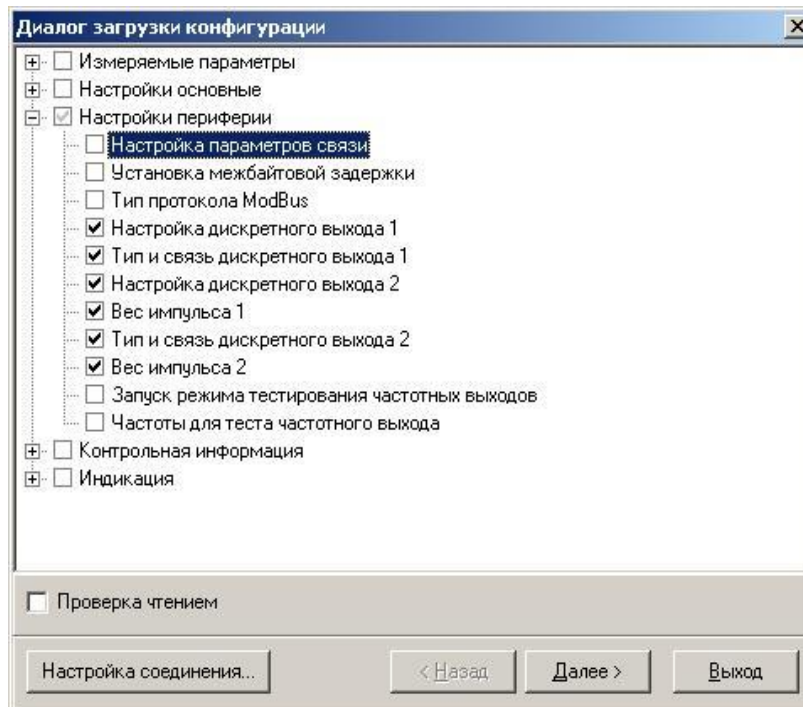

Рис.23. Окно «Диалог загрузки конфигурации»
- в открывшемся окне «**Диалог загрузки конфигурации**» выбрать набор параметров, которые будут загружены в прибор и нажать кнопку «**Далее**» (рис.23).